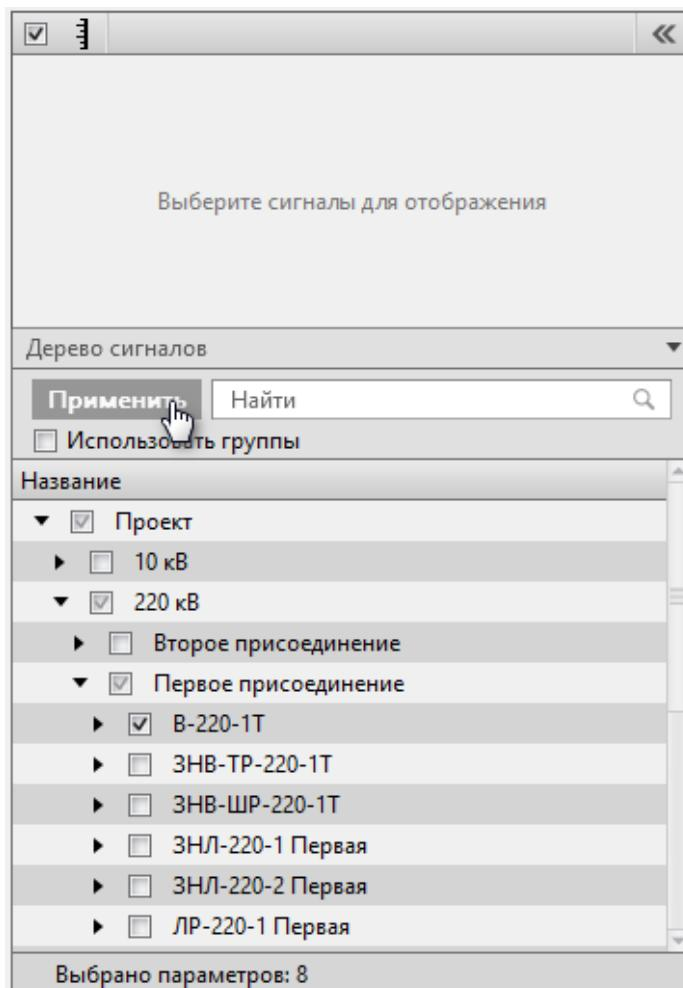

Рисунок 53 - Добавить сигналы
3. В дереве сигналов ниже выберите необходимое количество сигналов и нажмите **Применить** (Рисунок 53).